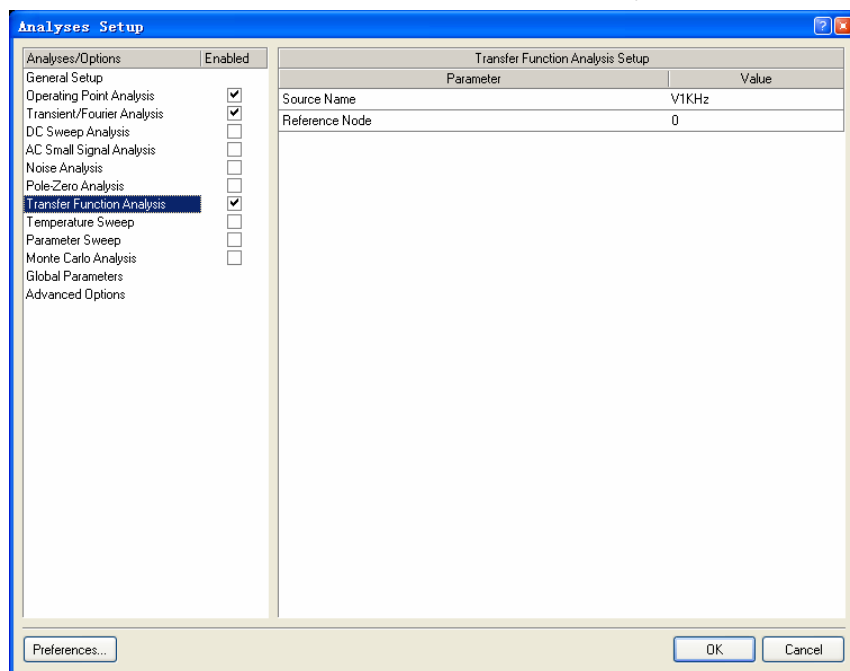

图 6.22 “Transfer Function Analysis”设置界面
- (3) 选择主菜单栏中的“Design”->“Simulate”->“Mixed Sim”命令，打开“Analyses Setup”对话框。
- (4) 选择仿真的电路节点“OUTPUT”作为仿真节点。
- (5) 勾选“Analyses/Options”列表中的“Transfer Function Analysis”项，在“Analyses Setup”对话框中打开如图 6.22 所示的“Transfer Function Analysis”设置界面。